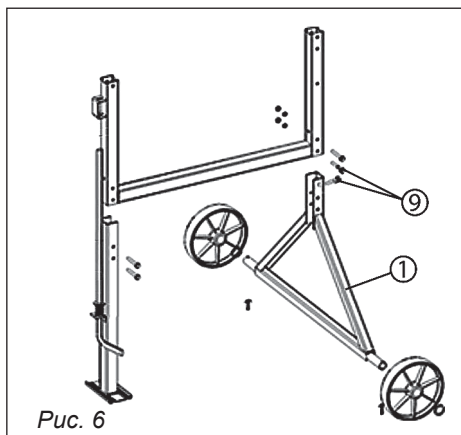

Рис. 6
- Соединить колесную опору **1** с рамой, используя болты **9** (3 шт.), гайки М8, и шайбу «гровер» (рис. 6).